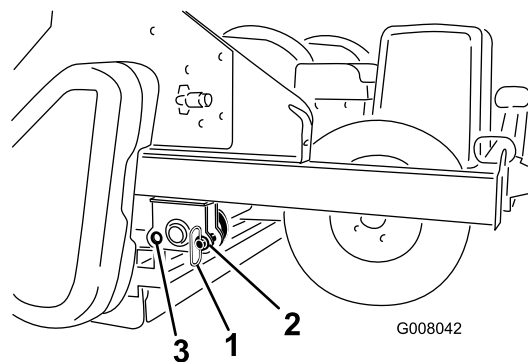

図 16
1. 機体前部分から保管用ピンを外す（図 16）。
2. コア・プロセッサを、ゆっくりと後ローラおよびタイヤの上に降ろす。機体の前穴に格納保管用ピンを取り付ける（図 16）。